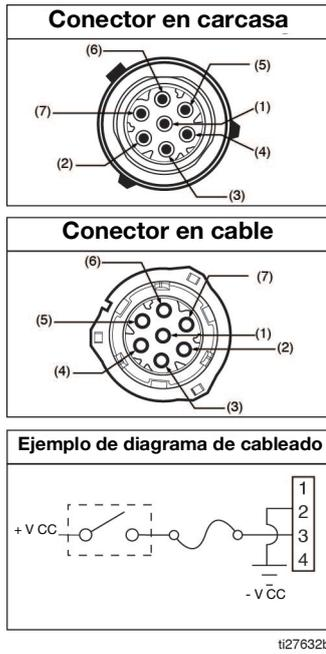

FIG. 5
- Vea el Diagrama de clavijas que se muestra en la FIG. 5 para conocer la ubicación apropiada en el conector.